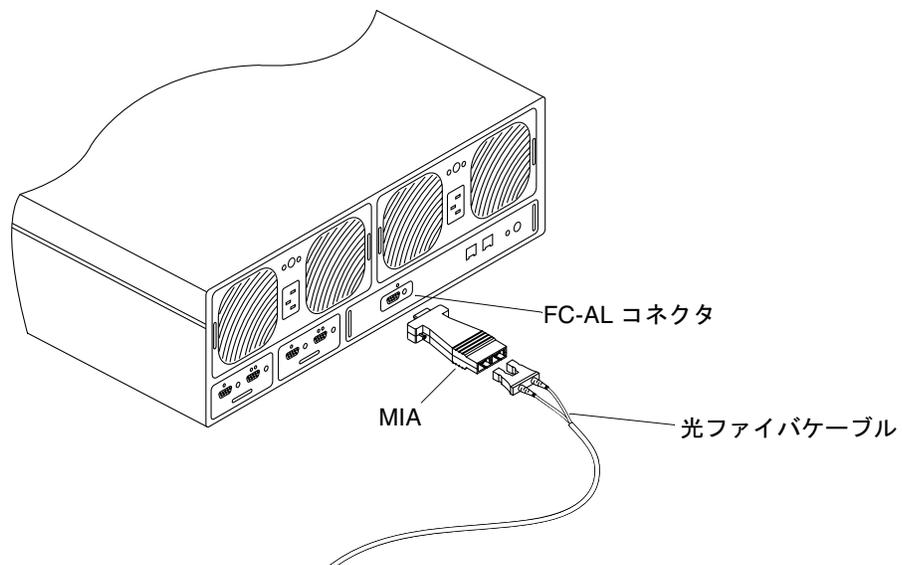

図 2-6 Sun StorEdge T3 アレイの FC-AL コネクタへの光ファイバケーブルおよび MIA の接続
- Sun StorEdge T3 アレイでは、MIA を使用して、コントローラカードの FC-AL インタフェースに光ファイバケーブルを接続します (図 2-6)。